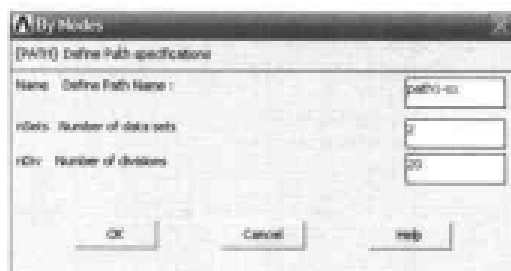

图 13-149 定义路径对话框
(1) 选择 Utility Menu | Select | Entities 命令, 出现 Select Entities 对话框, 在第 1 个下拉列表框中选择 Elements 选项, 在第 2 个下拉列表框选择 By Attributes 选项, 在第 3 选项组中选中 Material num 单选按钮, 在 Min,Max,Inc 文本框中输入 1, 单击 Apply 按钮, 在第 1 个下拉列表框中选择 Nodes 选项, 在第 2 个下拉列表框中选择 Attached to 选项, 在第 3 选项组中选中 Elements 单选按钮, 在第 4 选项组中选中 From Full 单选按钮, 单击 OK 按钮关闭该对话框。
(2) 选择 Main Menu | General Postproc | Path Operations | Define Path | By Nodes 命令, 出现 By Nodes 对话框, 在文本框中输入 1, 42, 单击 OK 按钮, 出现 By Nodes 对话框, 在 Name Define Path Name 文本框中输入 path1-sx, 在 nSets Number of data sets 文本框中输入 2, 如图 13-149 所示, 单击 OK 按钮关闭该对话框。